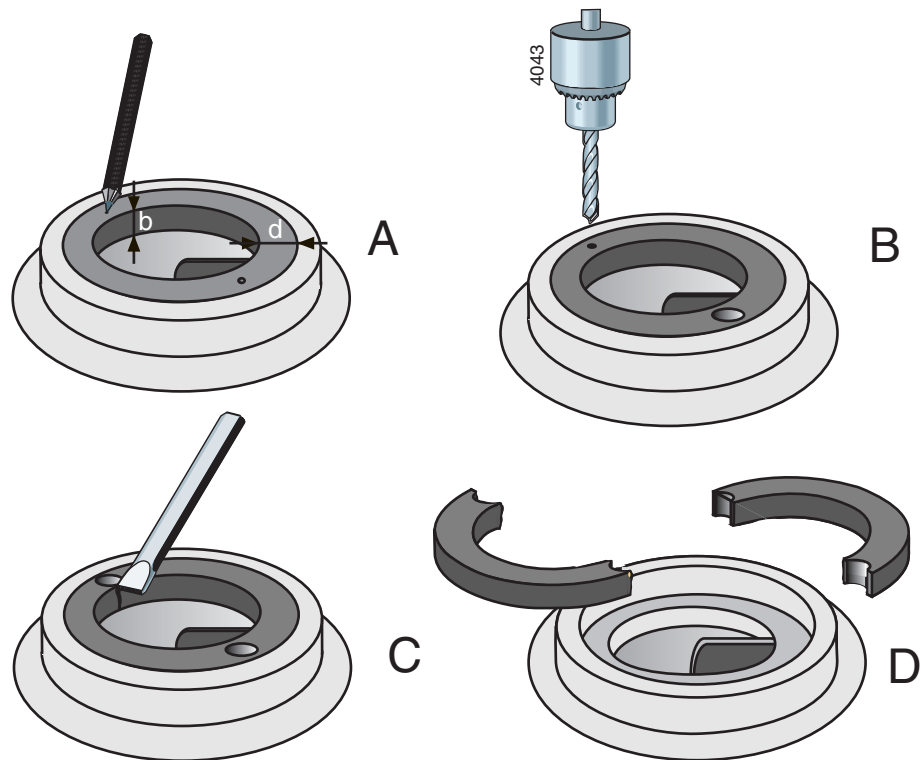

Figura 14: Rimozione dell'anello d'usura.
- 1 Misurare lo spessore (d) e la larghezza (b) dell'anello. Vedere la figura 14 A.
- 2 Fare due piccoli fori diametralmente opposti nel mezzo dell'anello. Vedere la figura 14 B.
- 3 Utilizzare una punta con un diametro leggermente inferiore dello spessore (d) dell'anello. Vedere la figura 14 C. Fare attenzione alla profondità del foro in modo che non superi la larghezza (b) dell'anello, per evitare di danneggiare il bordo d'appoggio del corpo pompa.
- 4 Tagliare lo spessore rimanente dell'anello, utilizzando uno scalpello. A questo punto è possibile togliere l'anello dal corpo pompa, in due parti. Vedere la figura 14 D.